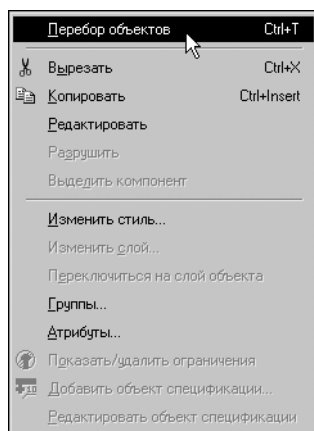

Рис. 32.11. Вызов команды перебора объектов
10. Щелкните правой клавишей мыши по выделенному объекту. Вызовите команду **Перебор объектов** из контекстного меню (рис. 32.11).